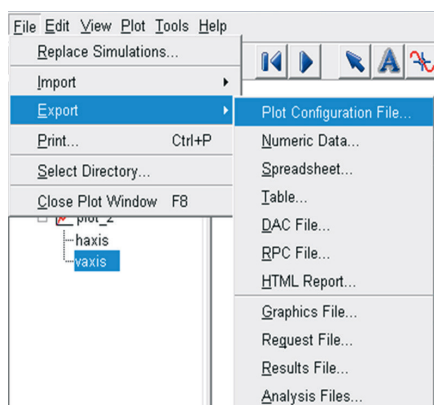

Figura 5.187 – Janela correspondente à exportação de arquivos gráficos.
- No menu *File*, selecione *Export* e, em seguida, selecione *Plot Configuration File* (Figura 5.187).